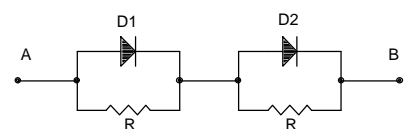

fig. 7 Diodi connessi in serie
b) La mancata equiripartizione della tensione inversa fra i due diodi può provocare il danneggiamento per superamento del breakdown, della giunzione che assicura l'apertura del circuito con minor corrente inversa (ipotizziamo per un attimo che si tratti di D1) e il conseguente e successivo danneggiamento di D2 che a seguito del corto circuito su D1 sarebbe di fatto sottoposto all'intera tensione inversa del circuito. Sorge perciò la necessità di modificare il circuito al fine di garantire una ripartizione quanto più equilibrata possibile di tensione inversa fra i due diodi D1 e D2. Come indicato in fig. 7 si connette in parallelo a ciascun diodo una resistenza R di valore molto elevato dimensionata con il